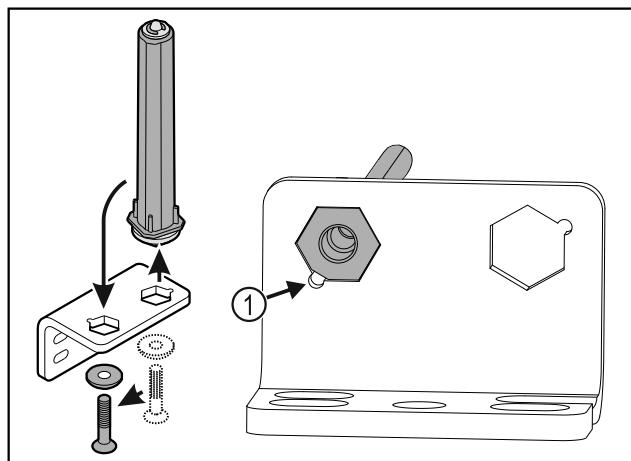

Fig. 19
- Βεβαιωθείτε ότι κατά την τοποθέτηση η λοξοτομή του πεύρου είναι στραμμένη Fig. 19 (1) προς τη στρογγυλή οπή.